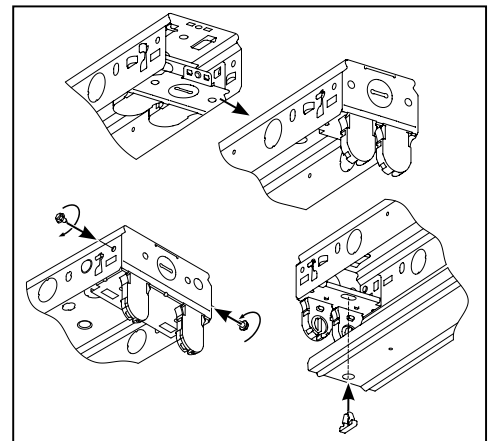

Figure 1.
1. Retournez le rail pour douilles pour le mettre en place (Figure 1).